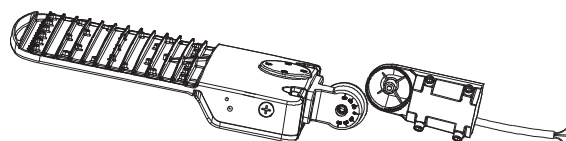

Figure 1
- 1** Séparer le support rotatif en deux parties. (Figure 1)
- 2** Brancher le cordon du luminaire au support rotatif qui sera fixé au luminaire. (Figure 1)